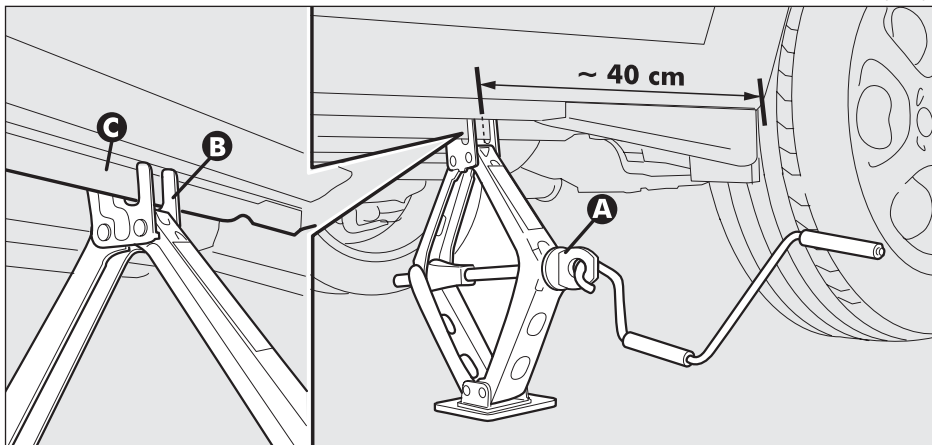

fig. 6
— Azionare il dispositivo (A-fig. 6), in modo da distendere il cric, sin quando la scanalatura (B) sulla parte superiore del cric, si inserisce correttamente sul profilo inferiore della scocca (C) a circa 40 cm dal profilo del passaruota.